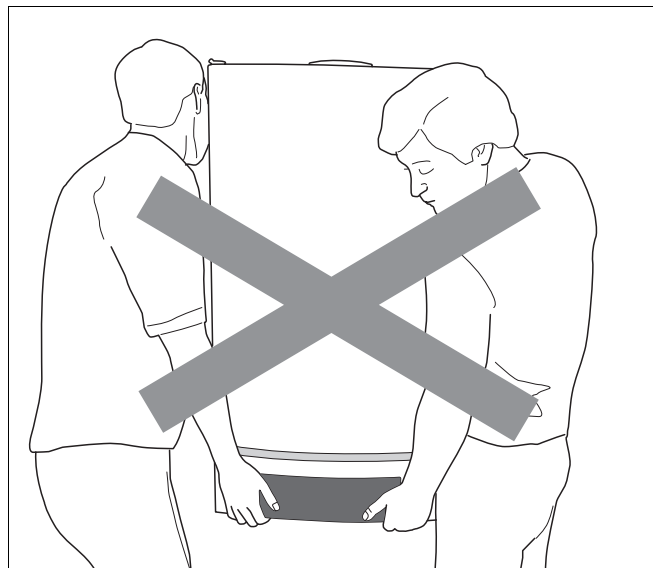

Рис. 3 Неверный подъем и перенос отопительного котла
- Не поднимайте и не переносите отопительный котел за крышку монтажной полки (рис. 3)
Не поднимайте и не переносите отопительный котел за крышку панели управления (рис. 3, стр. 14).